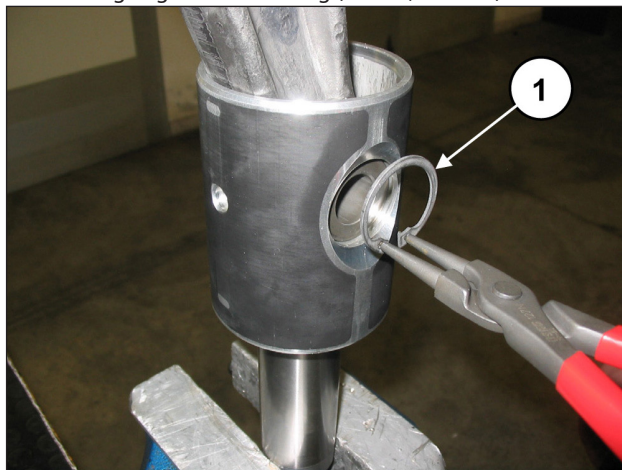

Abb. 44
Entfernen Sie die zwei Seegerringe zur Sicherung des Bolzens mit einem geeigneten Werkzeug (Pos. ①, Abb. 44).
Setzen Sie die Pleuelstange in die Pleuelstange ein (Pos. ①, Abb. 46) und anschließend den Bolzen (Pos. ①, Abb. 45). Montieren Sie die zwei Seegerringe zur Sicherung mit dem entsprechenden Werkzeug (Pos. ①, Abb. 44).